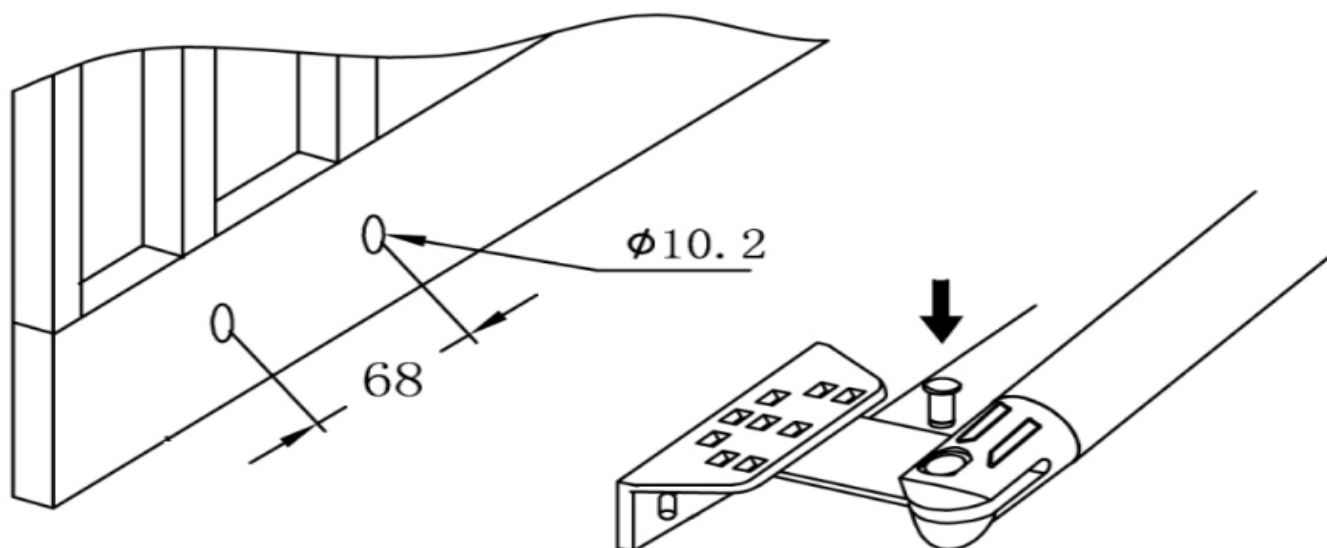

Рис. 7 Установка привода на передний кронштейн
- Установите приводы на задние и передние кронштейны (Рис. 6 и 7). На заднем кронштейне (1) зафиксируйте привод с помощью штифтра (2), стопорных шайб и шпилек (Рис. 6). На переднем кронштейне установите привод на ось кронштейна и заблокируйте ключом (подробнее о блокировке и разблокировке привода в Разделе 4.3. “Ручная разблокировка привода”) (Рис. 7).